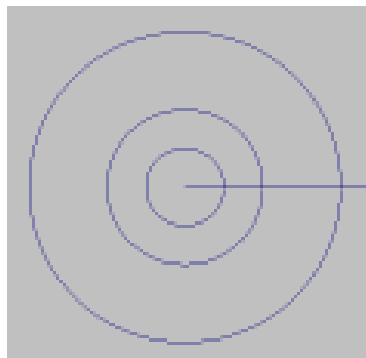

图 1-3 绘制水平辅助线
5. 绘制水平线。执行 MAIN MENU → Create? Line → Horizontal 选项,从原点出发,绘制一条长度合适的水平线,效果如图 1-3 所示。